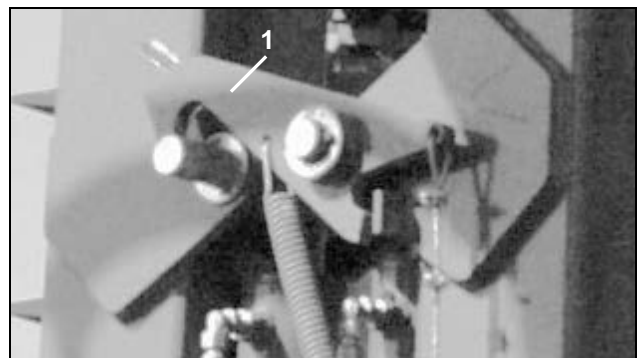

Fig. 33
- Fahrwerk mittels doppelwirkendem Steuergerät bis zum Anschlag ausheben, um die Auslegerverriegelung (Fig. 33/1) zu lösen.